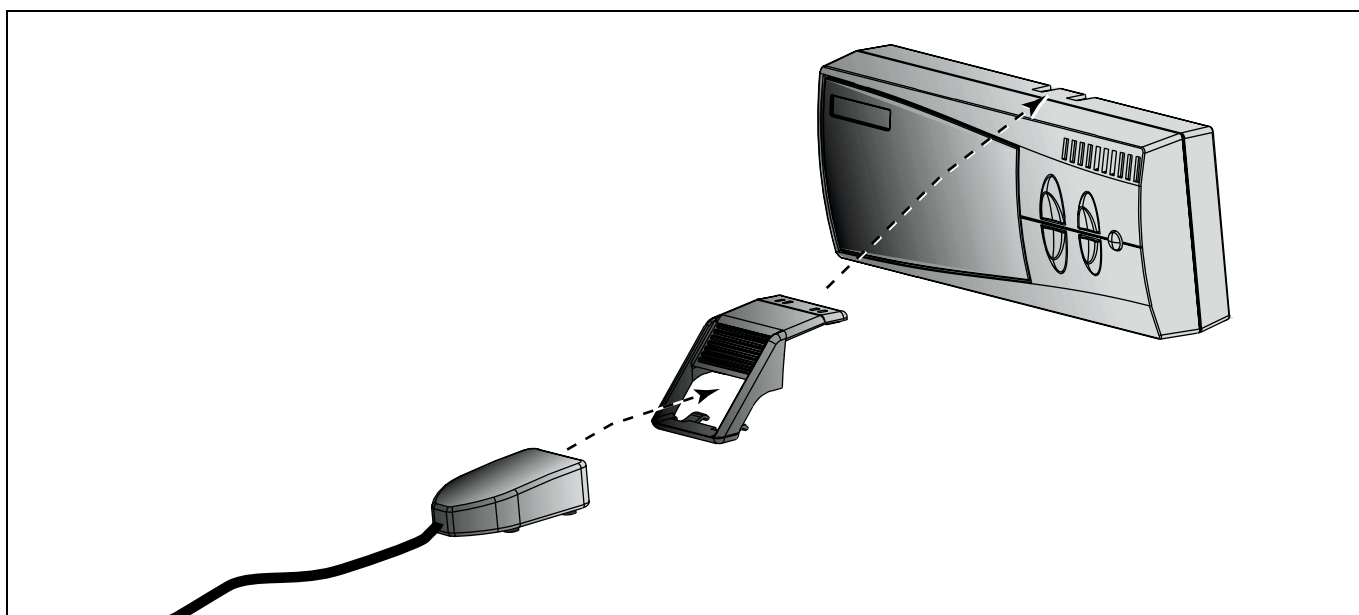

Figura 4: Conectar la OCIVF a la pantalla
2. Deslice la OCIVF hacia el soporte hasta que oiga un clic indicando que se ha encajado perfectamente en su lugar (consulte la Figura 4).